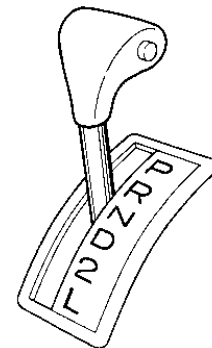

Fig.3.1
- 2) アイドリング状態にして、ブレーキングペダルを踏みながらシフトレバーを”P”～”L”まで各レンジを一巡した後、”N”レンジにしてください。(Fig.3.1)